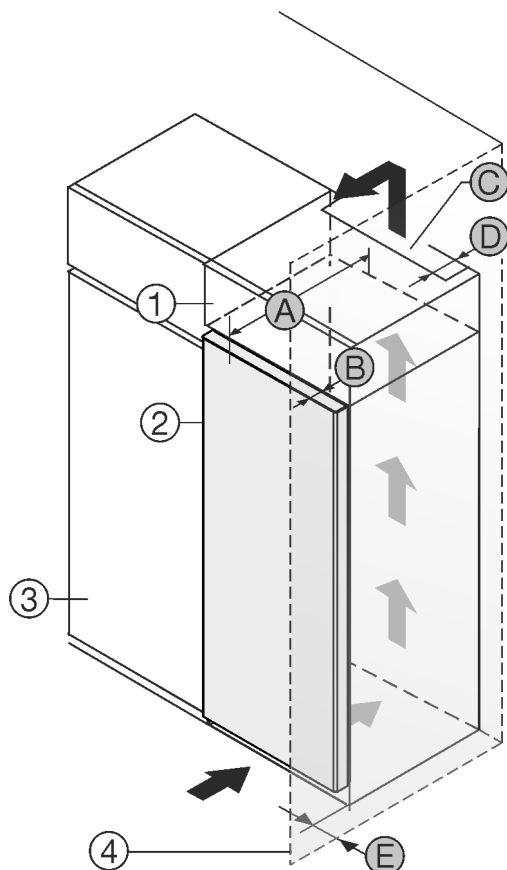

Fig. 1
È possibile posizionare l'apparecchiatura accanto a un mobile da cucina Fig. 1 (3).*
Sul lato posteriore dell'armadietto sovrapponibile deve essere presente un vano di scarico dell'aria con la profondità Fig. 1 (D) che attraversa l'intera larghezza dell'armadietto sovrapponibile.*
Sotto al soffitto deve essere presente la sezione di ventilazione Fig. 1 (C).*
Se si installa l'apparecchiatura con le cerniere accanto a una parete Fig. 1 (4), la distanza tra l'apparecchiatura e la parete deve essere di almeno 13 mm.*
Per poter aprire completamente la porta, installare l'apparecchiatura in modo che sporga dal frontale del mobile da cucina almeno della misura della profondità della porta Fig. 1 (B). L'apparecchiatura può sporgere ulteriormente a seconda della profondità dei mobili da cucina Fig. 1 (3) e dell'utilizzo di distanziatori a parete.*